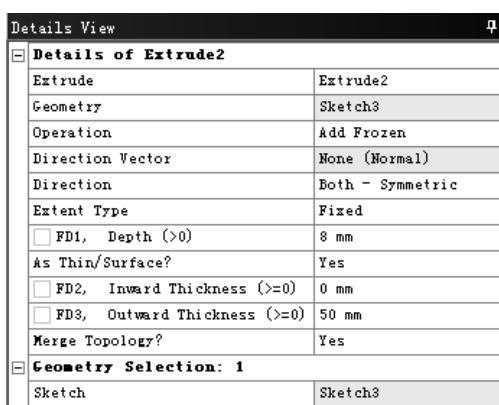

图 3.12.21 “Details View”对话框
(2) 在工具条中单击 **Extrude** 按钮 ，弹出图 3.12.21 所示的“Details View”对话框，使用